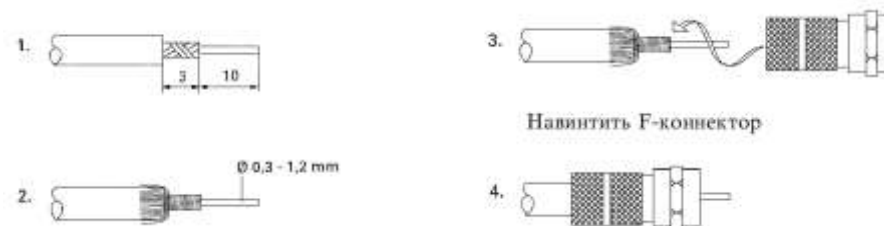

Рис.1. Установка F – коннектора
4.3. Присоединить кабели с разъемами типа F к гнездам разветвителя. Разделку кабеля класса RG-6 и установку F-коннектора производить согласно рис.1.